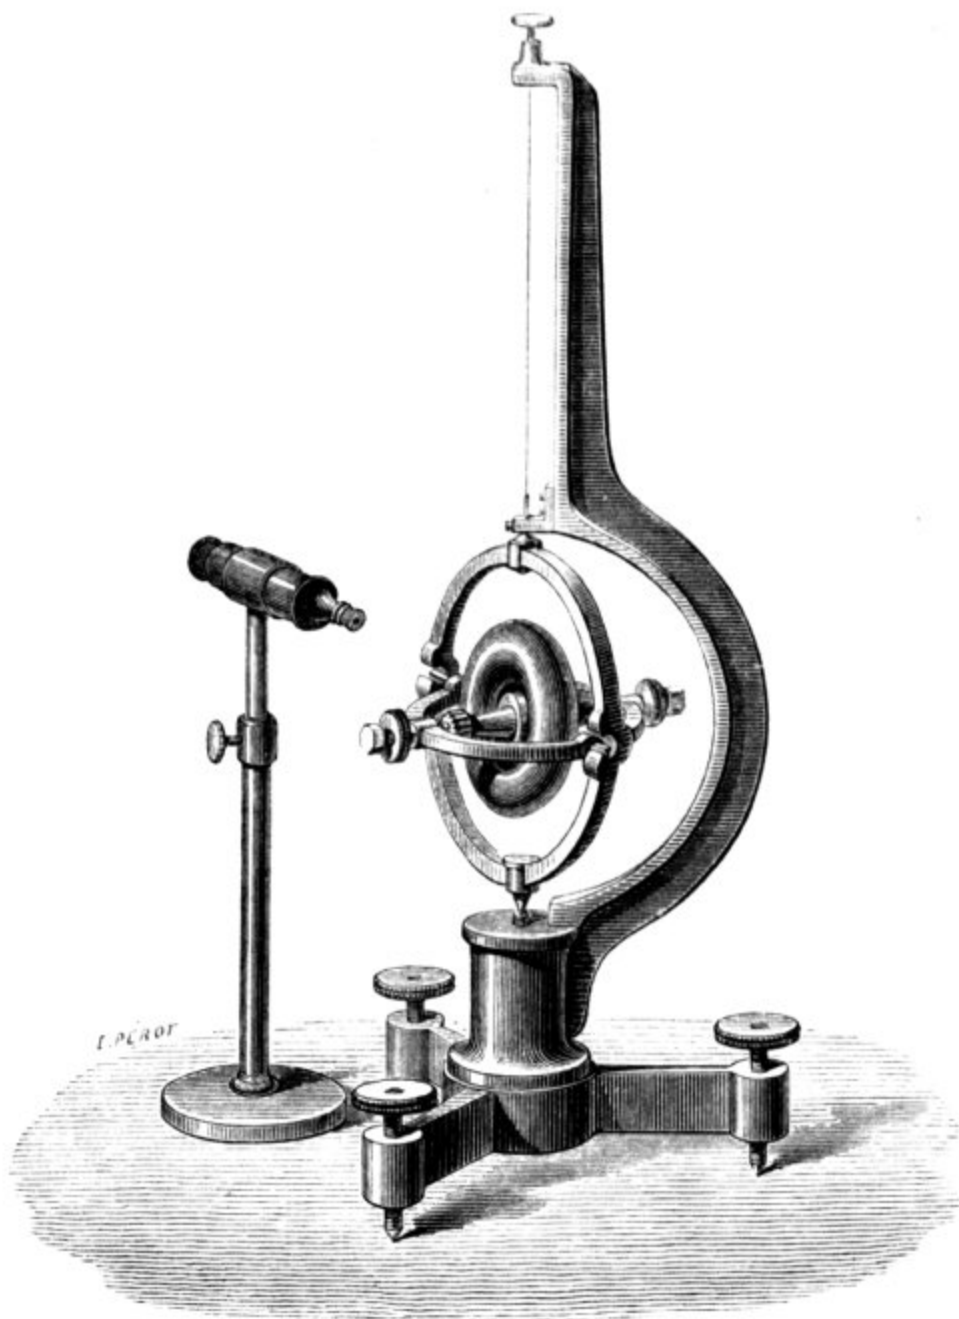

FIG. 5.
7. Gyroscope de Foucault, fig. 5. 2,500 fr.